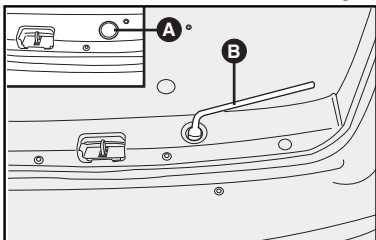

fig. 7
- Utilice el destornillador para quitar la tapa **A-fig. 7** que se encuentra ubicado en la parte trasera del compartimiento de equipajes y, con la llave de rueda **B-fig. 7**, afloje el tornillo girándolo.